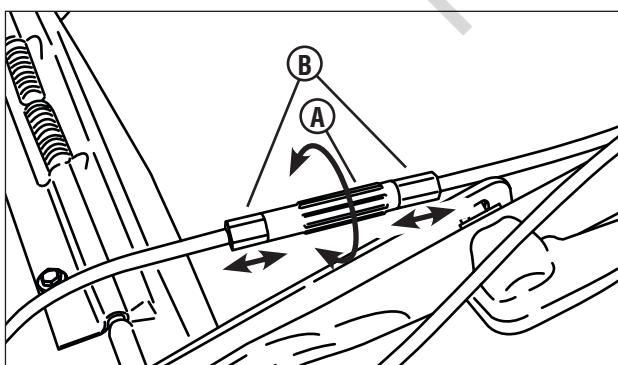

Figure 17 : Réglage du câble d'entraînement
- Si la transmission ne s'embraye pas, tourner le tendeur (A, **Figure 17**) un demi tour pour déplacer les bagues d'extrémité (B) hors du tendeur. Vérifier et répéter au besoin.